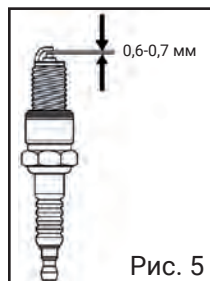

Рис. 5
- проверить величину межэлектродного зазора, он должен составлять 0,6-0,7 мм (рис. 5), при необходимости отрегулируйте зазор согласно этим величинам или замените свечу зажигания. При замене свечи необходимо убедиться, что новая свеча того же типа, что и старая и отвечает всем необходимым параметрам. Если нет возможности установить такую же свечу, то используйте подходящие аналоги.(.).